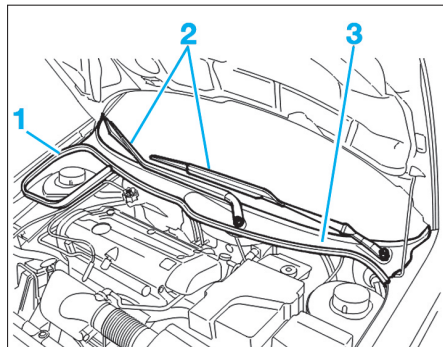

FIG. 1
- le joint de capot (1) (Fig.1),
- les ensembles bras-balais (2),
- la grille d'avent (3),